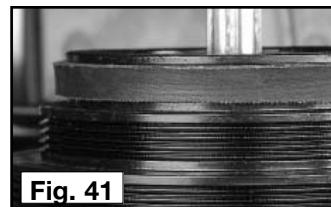
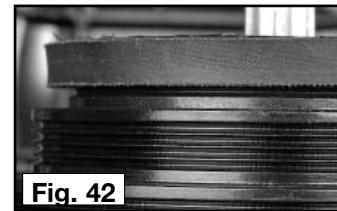

Fig. 41
Fig. 42
**NOTA:** La Fig. 41 muestra la forma debida de posicionar la correa superior, con una parte de metal pequeña visible encima de la correa negra. La Fig. 42 muestra la forma indebida de posicionar la correa superior, donde no se ve ninguna parte del metal encima de la correa negra.